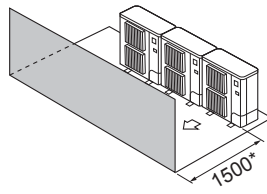

Fig. 2-11
- ③ Yalnızca öndeki engeller (Fig. 2-11)